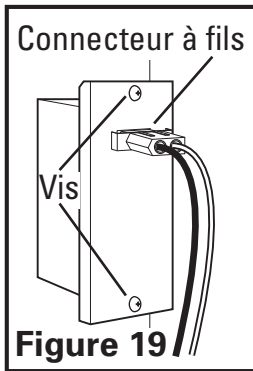
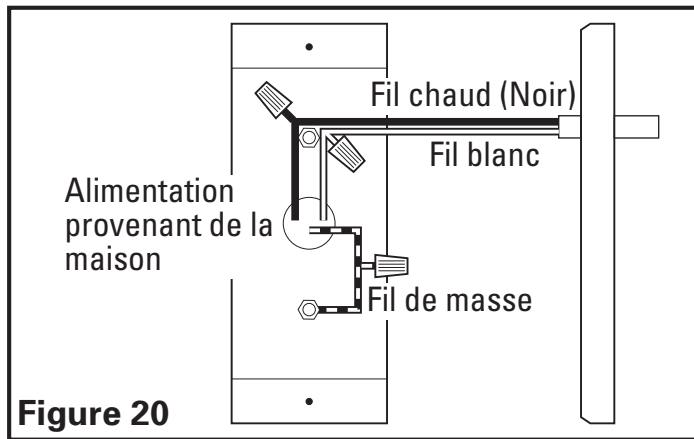

Figure 19
Figure 20
1. Enlever les deux vis du couvercle du compartiment de câblage pour obtenir l'accès au compartiment de câblage (Figure 19). Raccorder le fil blanc de la hotte au fil blanc de l'alimentation, et le fil noir de la hotte au fil noir de l'alimentation. Raccorder le fil de mise à la terre de la maison (fil nu ou vert) au fil de mise à la terre (vert) de la hotte. Utiliser des méthodes approuvées pour toutes les connexions (Figure 20).
2. Replacer le couvercle du compartiment de câblage et serrer les vis. Assurez-vous que tout le câblage est fermement contenu dans le compartiment à câblage. Si le connecteur rapide de fils a été enlevé du réceptacle, le remplacer. Le connecteur ne s'ajustera que d'une seule façon dans le réceptacle (Figure 19).